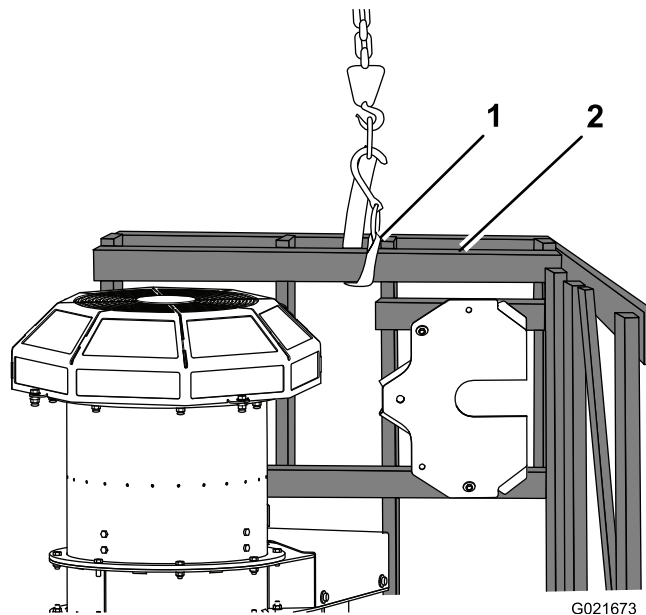

Figura 4
4. Prenda uma cinta à extremidade superior, 2 x 4, placa da plataforma e eleve a paleta até que a grade e soprador fiquem na vertical (Figura 4).